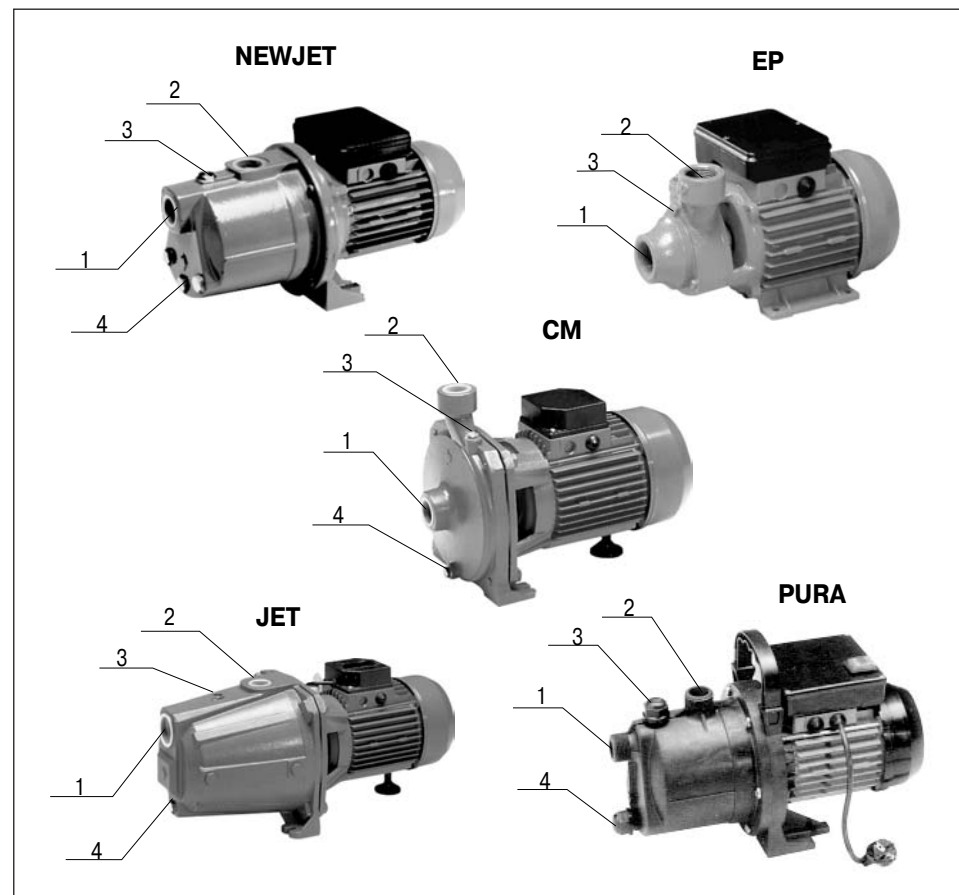

рис. 2
Электронасос (рис. 2) предназначен для перекачивания чистой воды из колодцев, скважин и открытых водоемов (при температуре окружающей среды не ниже +10 °С). Категорически запрещается перекачивание загрязненной воды, содержащей абразивные вещества, что приводит к интенсивному износу рабочих органов и снижению производительности и напора насосного агрегата.
2. Присоединить всасывающую трубу с обратным клапаном к входному отверстию 1 (см. рис. 2)
7. Подключить насос к сети согласно схемам, указанным на рис. 2 и заземлить.